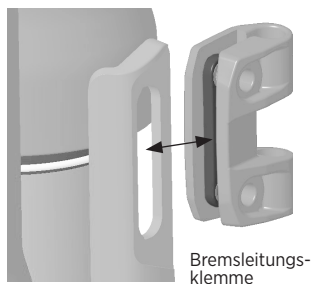

Abb. 12: Klemme an Mast montieren
1. Die Bremsleitungsklemme an der geschlitzten Öffnung des Masts montieren (Abb. 12). Sicherstellen, dass der Zapfen der Klemme vollständig in den Schlitz des Gabelschutzes eingesetzt ist.